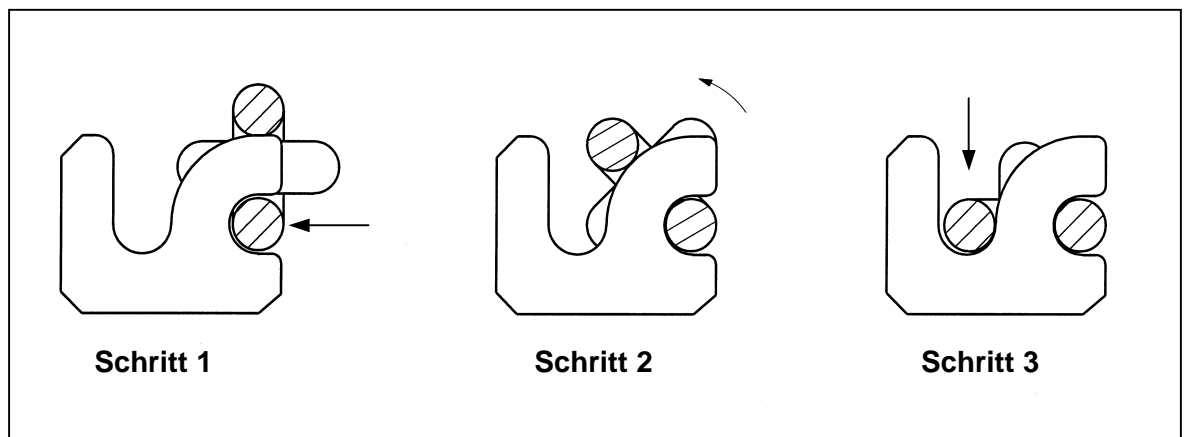

Bild 2
2. Mitnehmer/Kratzeisen in das horizontale Kettenglied (90° relativ zur Radebene) einschwenken. Alternativ kann auch die lose Kette auf das Kratzeisen geschwenkt werden (Bild 2+3).